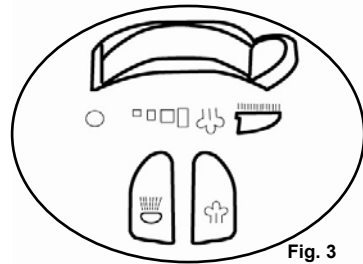

Fig. 3
- Coloque el control variable de vapor en la posición de ráfaga de vapor. (Fig. 3)
- Mueva el control variable de vapor hacia arriba para aumentar la cantidad de vapor. (Fig. 3) Al usar más vapor, la plancha usa más agua y podría ser necesario rellenar más seguido el tanque de agua. Vea la página 4 para rellenar la plancha con agua.